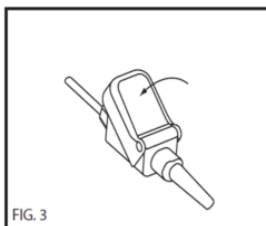

FIG. 3
- (2) Fig. 3을 참고하여 센서 보호 커버를 환자 케이블 커넥터 위로 닫는다.